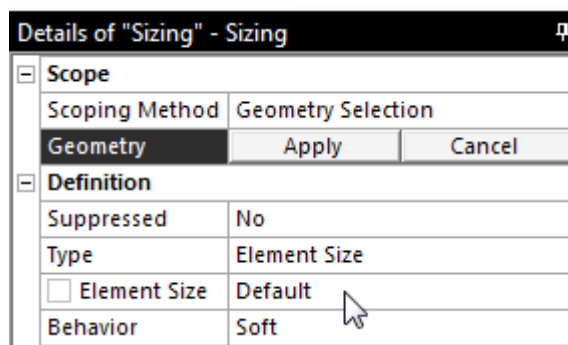

Рисунок 5.5 – Выбор объекта
5) В нижней левой части экрана, в меню задания опций «Details of “Sizing - Sizing»», в разделе «Geometry» («Геометрия») предлагается выбрать объект на экране (рисунок 5.5):